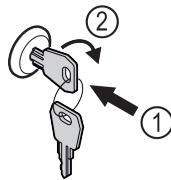

Fig. 44
- ▶ Schlüssel hineindrücken Fig. 44 (1).
- ▶ Schlüssel um 90° im Uhrzeigersinn drehen Fig. 44 (2).